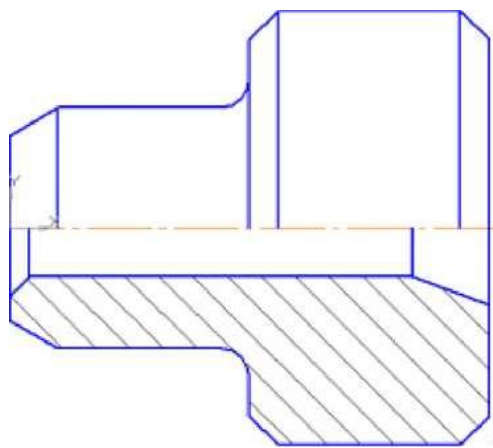

Рисунок 2.
8. Выполните штриховку с параметрами: шаг 5 мм, угол наклона 45° . Для выполнения вертикальных линий сделайте активной команду **Отрезок**  на панели *Геометрия*. Проведите вертикальные прямые до осевой линии (глобальная привязка **Пересечение** должна быть включена), рисунок 2.